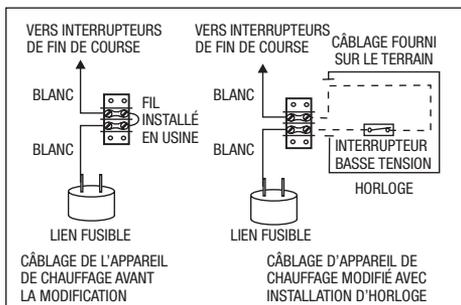

Figure 16. Câblage d'horloge typique.
Si une horloge est fournie pour contrôler la pompe à filtre de la piscine, elle doit avoir un interrupteur basse tension (pompier) séparé de l'appareil de chauffage. Acheminer le circuit de contrôle 24 V c.a. par cet interrupteur comme illustré sur les figures 16 et 17. Pour faire ceci, retirer le « cavalier » sur le borneur dans le compartiment de contrôle de l'appareil de chauffage. Connecter deux (2) fils à ce borneur et les acheminer vers l'interrupteur pompier à la minuterie. Procurer un câblage ayant un calibre d'au moins 18 avec une isolation d'au moins 3/64 po d'épaisseur et une température nominale d'au moins 90 °C.